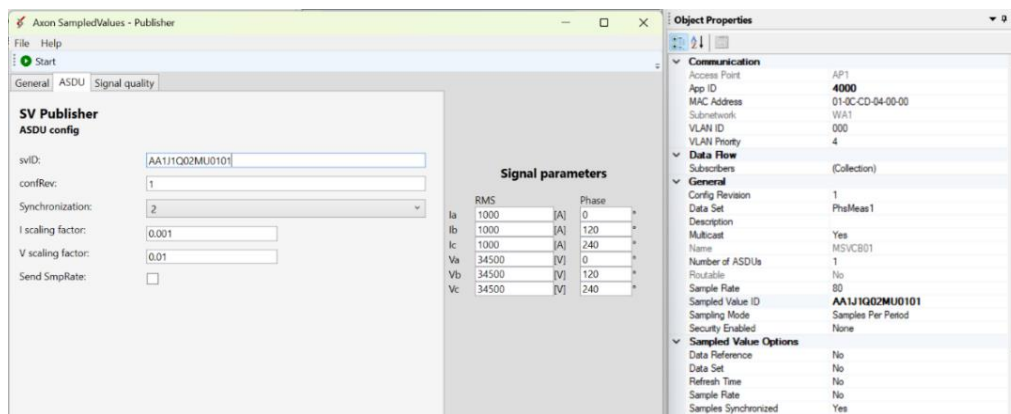

Imagen 430_ Valor de SV ID
6.2.14 Ahora en la parte superior, seleccionamos la pestaña de ASDU, vamos a cambiar el valor de “svID” por el que veremos en la ventana “Object Properties” en la parte que dice “Sampled Value ID”. Modificaremos la sección que dice “Synchronization” y le cambiamos el valor a “2”. y por último seleccionamos en la parte superior izquierda la opción de “Start” como observamos en la Imagen 430.